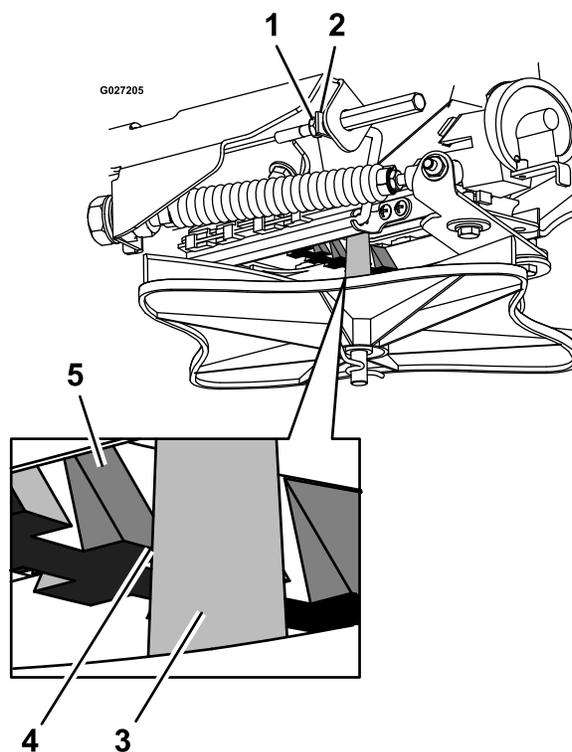

Figura 83
5. Afloje la contratuerca del extremo del cable de control del patrón (Figura 83).
6. Tire de la varilla de acoplamiento hasta que quede un espacio de 3.2 mm (1/8") entre el diente de la rampa y el eje del impulsor (Figura 83).
7. Apriete la contratuerca (Figura 83).